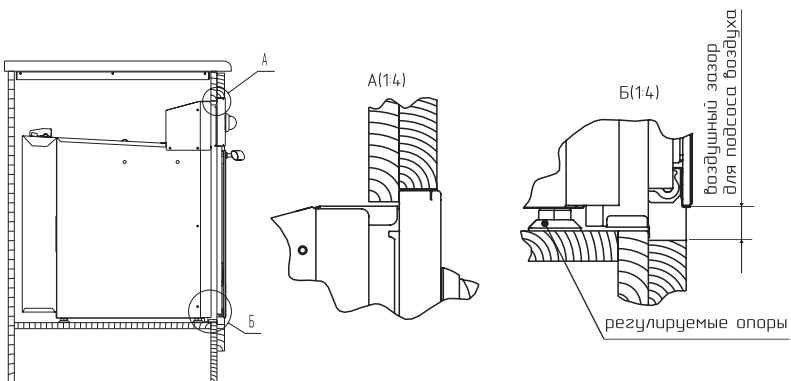

рис. 1.1
- Электрошкаф устанавливается в нишу в кухонной мебели (смотри рис. на обложке). Для устранения возможности случайного перемещения, электрошкаф крепится к мебели четырьмя винтами с потайной головкой (см. рис. 1). Выравнивание положения электрошкафа можно произвести с помощью регулируемых опор (см. рис. 1.1)